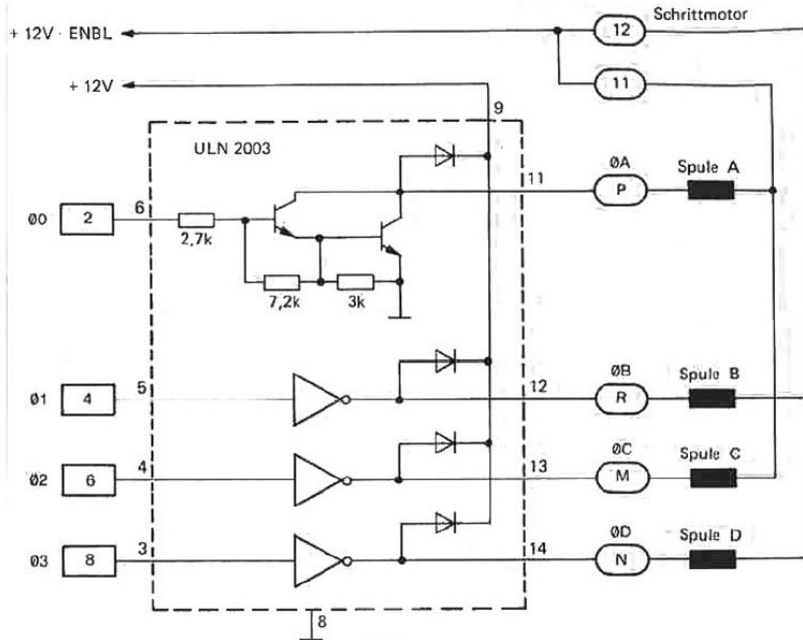

Bild 5: Stromversorgung (Hinweis: Ø = Phi)
**Bild 5** zeigt die Stromversorgung und Freigabe-Schaltung des DISK II Laufwerks.